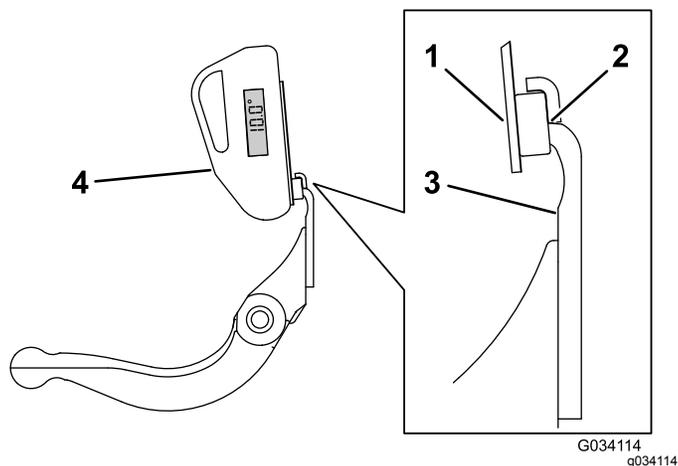

Figure 26
3. Placez le support d'indicateur d'angle sur le bord de la contre-lame de sorte à adapter le bord de l'aimant au bord de la contre-lame (Figure 26).
4. Placez l'indicateur d'angle sur le support comme montré à la Figure 26.